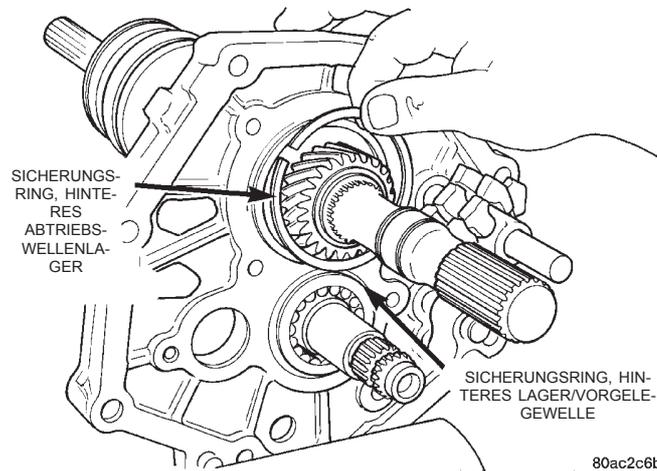
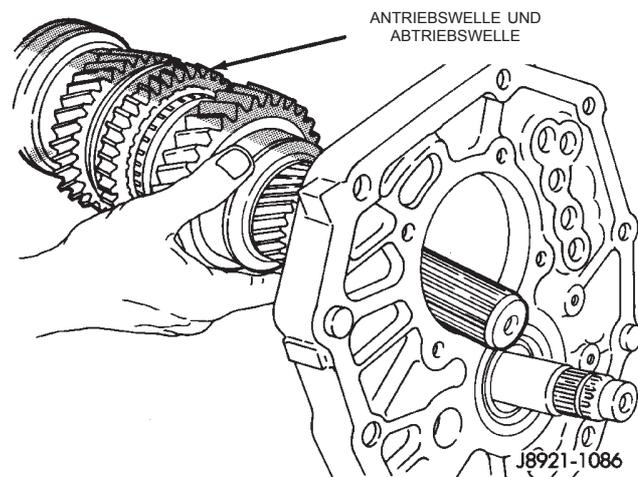

Abb. 80 Sicherungsring des hinteren Abtriebswellenlagers ausbauen
Abb. 81 Hauptwelle ausbauen
(33) Den Sicherungsring entfernen, der das hintere Lager der Abtriebswelle in der Zwischenplatte hält (Abb. 80).
(34) Den Sicherungsring vom hinteren Lager der Vorgelegewelle entfernen.
(35) Hauptwelle und Vorgelegewelle von einem Helfer halten lassen. Mit einem geeigneten Kunststoffhammer gegen die Enden von Haupt- und Vorgelegewelle klopfen. Auf diese Weise die Vorgelegewelle aus ihrem hinteren Lager und das hintere Lager der Hauptwelle aus der Zwischenplatte klopfen. Die Hauptwelle, die zuerst aus der Zwischenplatte freikommt, nach hinten und oben ziehen und ausbauen (Abb. 81).
(36) Die Vorgelegewelle soweit nach hinten ziehen, bis die Vorgelegewelle aus der Zwischenplatte freikommt und dann ausbauen.